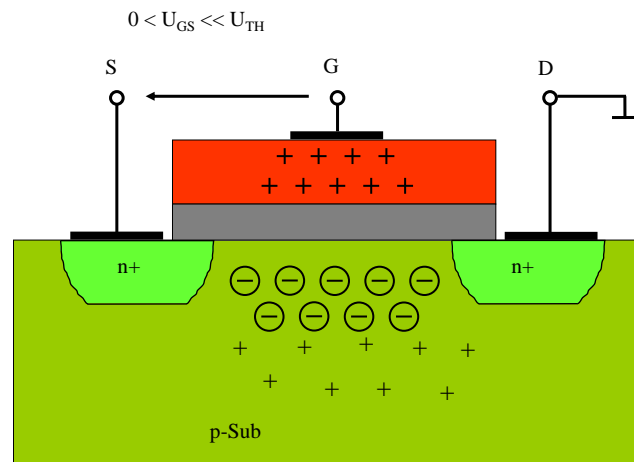

Abbildung 3: MOSFET im Subthreshold-Betrieb.
Es existieren zwei p-n-Übergänge zwischen Source (S) bzw. Drain (D) und Bulk (Sub), die jederzeit in Sperrrichtung gehalten werden müssen. Für den Fall, dass S und Sub kurzgeschlossen sind, muss deshalb D stets auf einem höheren Potential liegen als Source. Die Bedeutung von p bzw. n kennen Sie bereits von den Dioden.  $n^+$  bezeichnet hier ein Volumen mit besonders hoher Dotierung und damit auch Elektronendichte. Der Stromfluß kann nun über die Spannung zwischen Source und Gate (G, rote Schicht, Standard: Polysilizium)  $U_{GS}$  beeinflusst werden. Bei  $U_{GS} = 0\text{ V}$  werden Source und Drain durch die beiden Raumladungszonen voneinander getrennt und der Stromfluß wird unterbunden. Erhöht man nun langsam  $U_{GS} > 0\text{ V}$  (siehe Abbildung 3), so werden Elektronen aus dem Substrat angezogen, welche die Löcher im Substrat unter der Si-Oxid-Schicht (grau) kompensieren. Es bildet sich somit eine weitere Raumladungszone, in der keine freien Ladungsträger existieren, und der Ladungsfluß zwischen Source und Drain ist weiterhin unterbrochen.